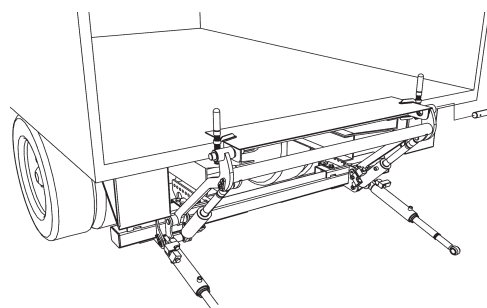

Figura 22. Dispositivo de montaje
6. La estructura del elevador debe colocarse lo más alta posible respetando las medidas de incorporación. Ajuste la estructura a la altura idónea debajo del bastidor. Utilice el embalaje del elevador y una carretilla, véase Figura 22. La estructura debe colocarse en paralelo hacia el piso de la carrocería sin quedar apoyada contra el bastidor del vehículo, debe haber un espacio de algunos milímetros. Si es necesario, ajuste el ángulo de los brazos manipulando el elevador con cuidado.